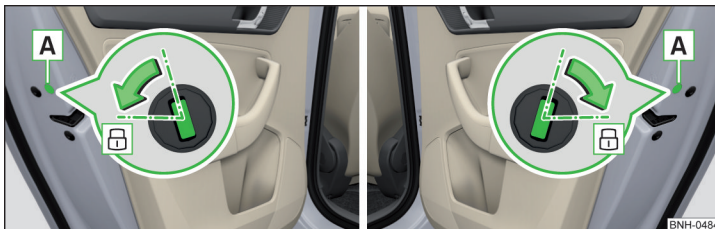

Abb. 172 Notverriegelung: Tür hinten links/rechts
- Die entsprechende Hintertür öffnen und die Blende **A** entfernen » Abb. 172.